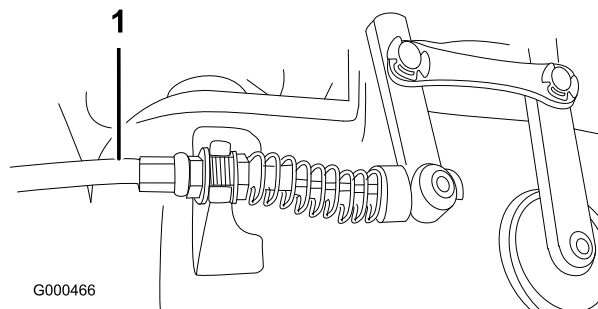

Figure 45
2. Pour accroître la tension du câble, desserrez l'écrou de blocage avant et serrez l'écrou de blocage arrière (situé sur le dessus du boîtier d'engrenages) (Figure 45) jusqu'à ce que la force du câble ajoute une force de 3,2 à 4,5 kg mesurée au bouton de commande.